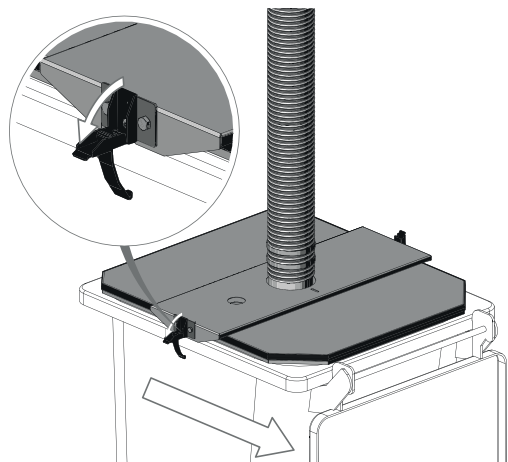

Fig. 58 Spannbügelverschlüsse öffnen und Aschetonne entfernen
- ▶ Beide Spannbügelverschlüsse öffnen und Aschetonne entfernen – Fig. 58.